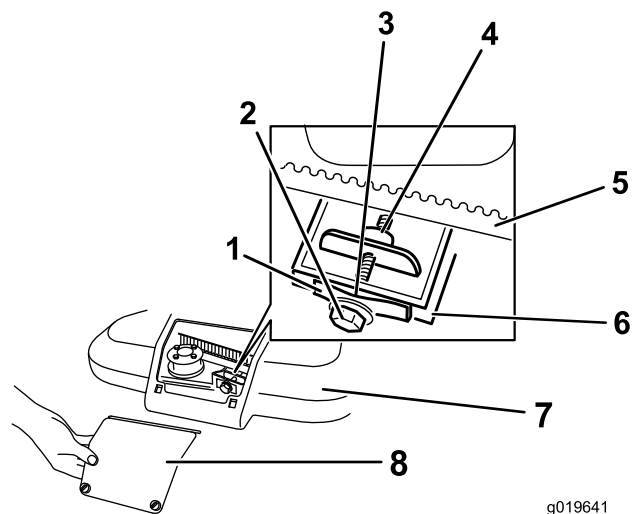

Figura 39
1. Allentate le 2 viti sul pannello del copricinghia e rimuovete il pannello (Figura 39).
3. Tenete un calibro da 0,255 mm, un pezzo di carta o un biglietto sul muro e fatelo/a scorrere in basso dietro la molla di tensione della cinghia (Figura 39).
**Nota:** Se il gioco tra calibro e molla è visibile, serrate il bullone e il dado di regolazione in modo che la carta scorra con difficoltà attraverso il gioco (Figura 39).